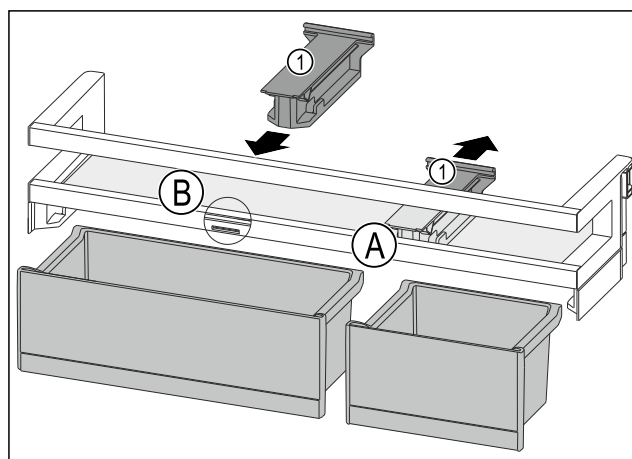

Fig. 150
- Halteteil Fig. 150 (1) in Position Fig. 150 (A) nach hinten abziehen.
- Halteteil Fig. 150 (1) in Position Fig. 150 (B) einsetzen.